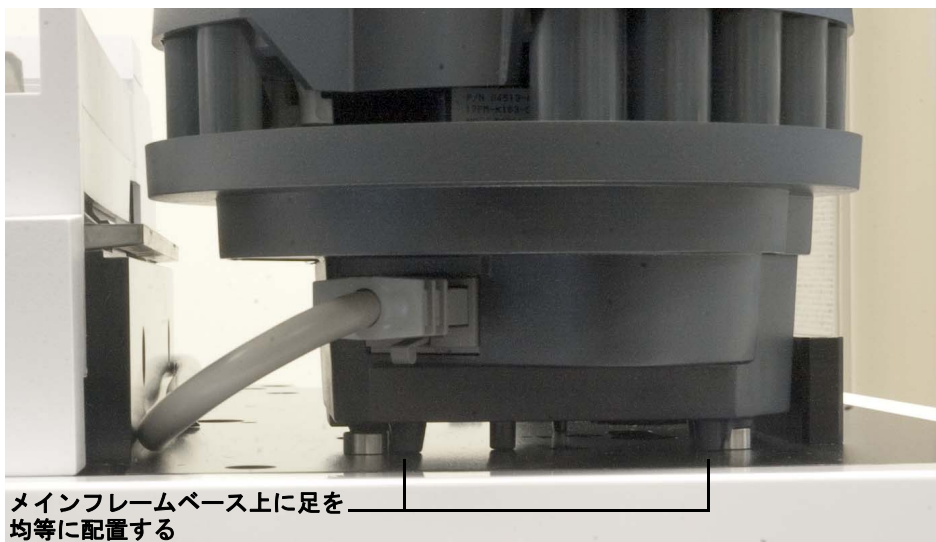

図 20 フロントタワーをメインフレームに取り付ける
- 3 通信ケーブルを取り付けた状態で、フロントタワーをメインフレームと取り付けポストの前の位置に下ろします。メインフレームベース上にタワーが均等に置かれていることを確認します (図 20)。
- 7 通信ケーブルを取り付けた状態で、バックタワーをメインフレームと取り付けポストの背面位置に下ろします。メインフレームベース上にタワーが均等に置かれていることを確認します (図 20)。